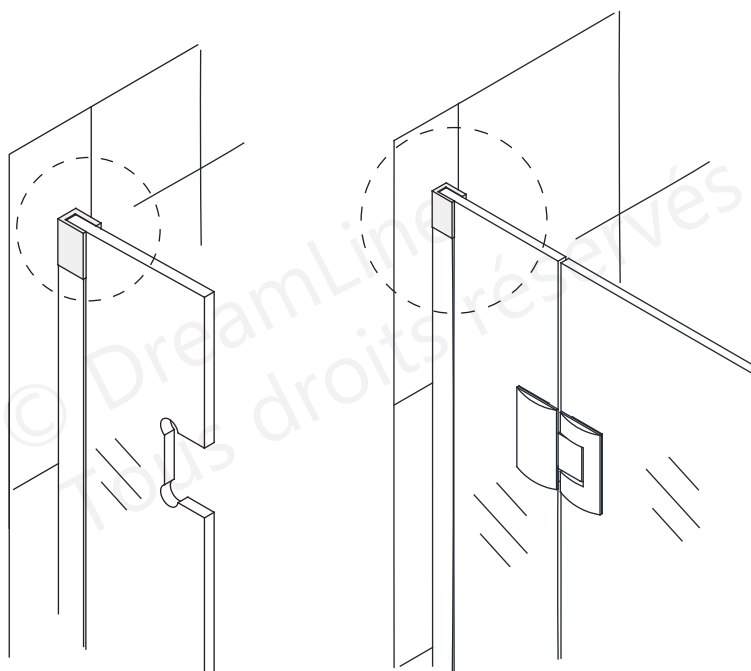

**Fig 9**
**9.** Serrez les vis de réglage à pointe de caoutchouc de la fixation **du panneau vitré avec charnière (N° 36)** pour fixer le panneau vitré avec charnière. **(Fig 9)**
**REMARQUE :** Après l'installation du panneau vitré avec charnière (N° 32) et avant d'accrocher la porte vitrée, il est fortement conseillé de laisser durcir le silicone. **(Fig 9)**